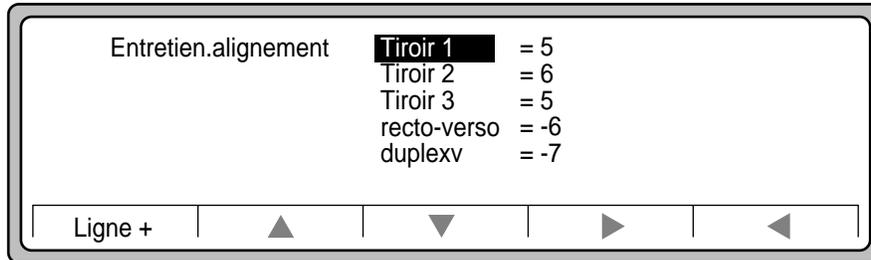

Figure 6-16 Paramètre Entretien.alignement Tiroir1
6. Sélectionnez l'option tiroir1 et appuyez sur ►. Il s'agit de l'écran Entretien.alignement, illustré à la Figure 6-16.